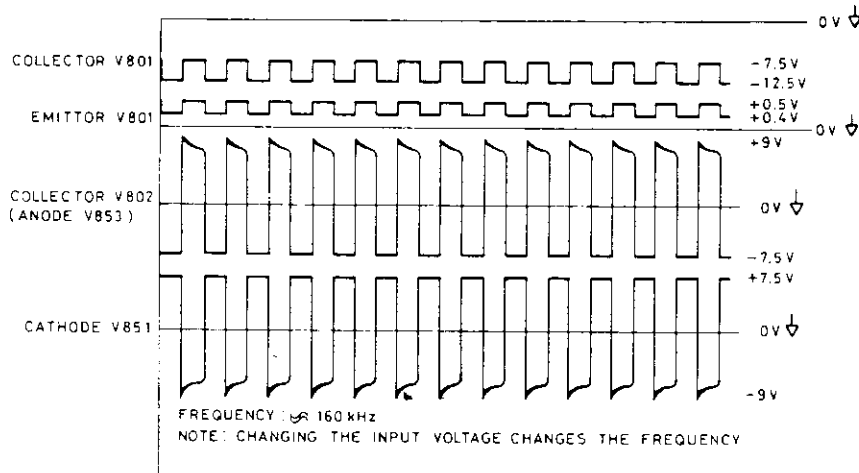

Fig. 26.
3.3.6. Power supply (Fig. 26 and 54)